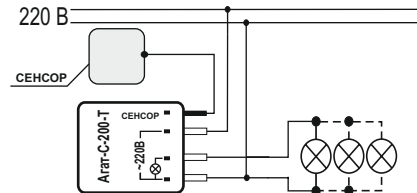
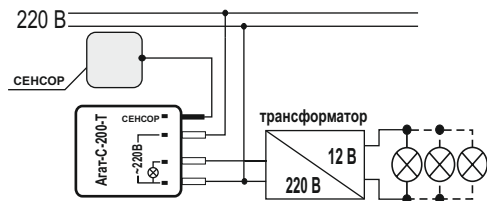

Рис.1. Схема монтажа для ламп 220 В
Рис.2. Схема монтажа для ламп 12 В
6.1. Установку светорегулятора «Агат-С-200-Т» производить в общем случае согласно схемам (рис. 1 и рис. 2).